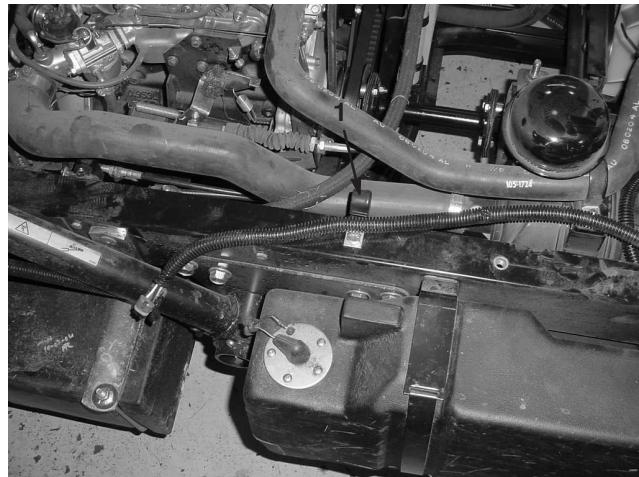

Figura 21
8. Montate un fermaglio a J sull'asta del telaio del veicolo con una vite a testa cilindrica da 3/8–16 x 3/4 poll. di lunghezza, come illustrato nella Figura 21. Infilate il cablaggio preassemblato nel fermaglio a J, come illustrato nella Figura 21.